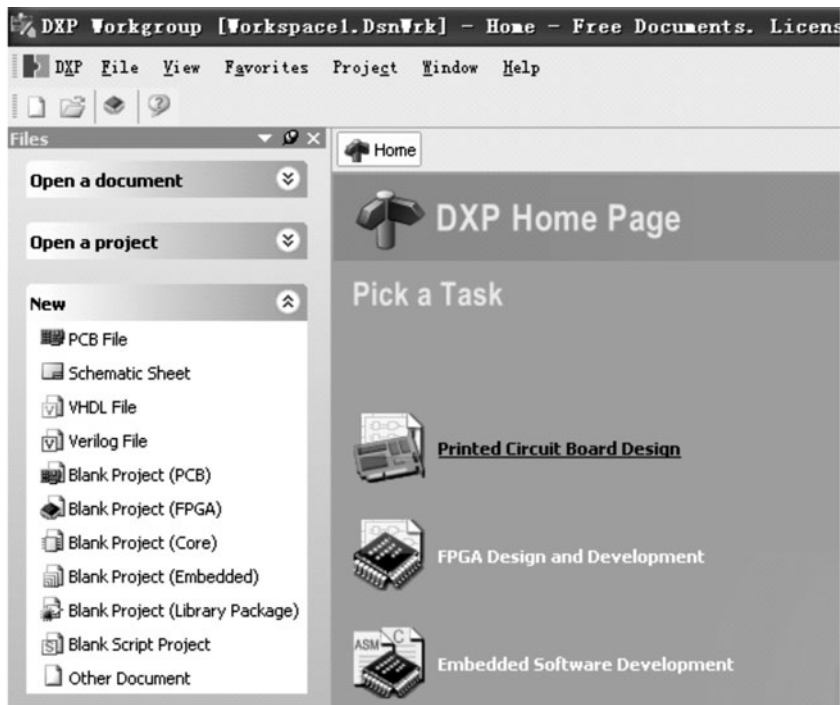

图 1-4 Protel DXP 设计管理器
(1)在设计窗口的 Pick a Task 区域中点击【Printed Circuit Board Design】→【New Blank PCB Project】,如图 1-4、1-5 所示。